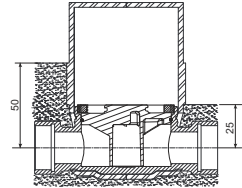

Abb. 2
- 1.5. UPT fachmännisch installieren. Dabei auf Fixierung der Rohrinstallation mit schallisolierten Schellen möglichst in optimaler Einputztiefe achten. Die Markierung an den Einputzschalen (Abb. 2) kennzeichnet die optimale Einputztiefe (Rohrmitte bis Fertigwand 25 mm bis 50 mm). Größere Tiefen erfordern später Verlängerungshülsen für die Rosette.
- 1.7. Einputzschalen so um das UPT legen, dass die Sechskant-Aussparungen am UPT-Anschluss anliegen und mit dem beigelegten Gummiring fixieren (siehe Abb. 2).